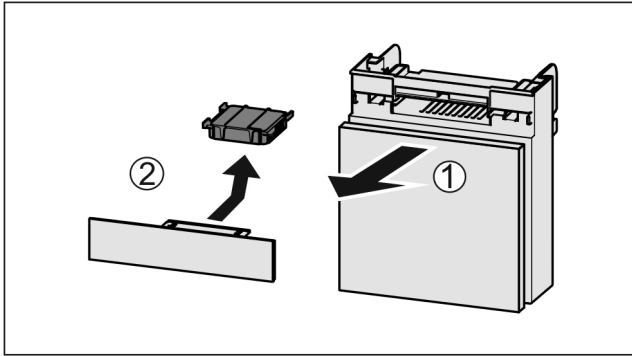

Fig. 93
- ▶ Fach nach vorne herausziehen Fig. 93 (1).
- ▶ Aktivkohlefilter entnehmen Fig. 93 (2).